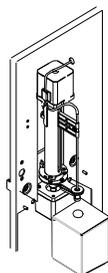

Рисунок 10-51 Пробозаборник над кюветой
6. Нажмите [↑], чтобы подвинуть пробозаборник вверх, и [→], чтобы подвинуть пробозаборник над кюветой, как показано на **рис. 10-51**;